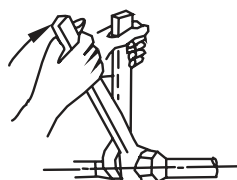

Ilustración 24
- Coloque la tubería a conectar en la posición adecuada, enrosque las tuercas manualmente, luego ajuste con las dos llaves. (Ver ilustración 24)